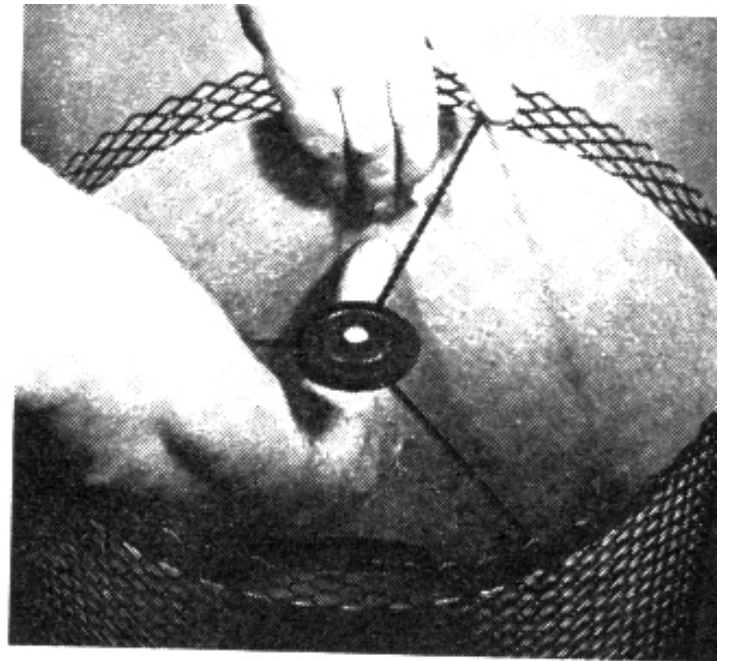

Fig. 9: Corte una franja de fibra de vidrio para fijar en la malla con juntura de 1"
**Fig. 9.** Deje que la fibra se seque durante 30 minutos, lije después con papel de acabado fino. Aplique sellador de madera claro o acabado claro con brocha o un paño.
Aplique tres líneas de cemento plástico directamente del tubo a  $\frac{1}{4}$ " (0,63 cm) del borde y de la línea trazada a lápiz y presiónela en su lugar manteniéndola así unos minutos hasta que el cemento seque (Fig. 9). Cuando el cemento haya secado ate la pantalla de fibra de vidrio a la malla sobre la juntura cerca del fondo al ancho de un diamante con una hebra de hilo negro para impedir que se corra.